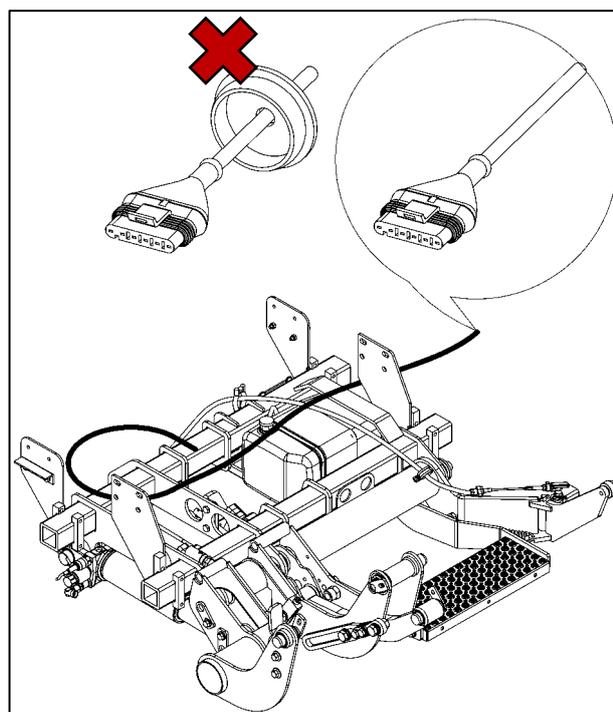

Fig. 20
- Enrute el cable de la unidad de control para la conexión del panel de control hacia la derecha (lado pasajero). (vea la Fig. 20).